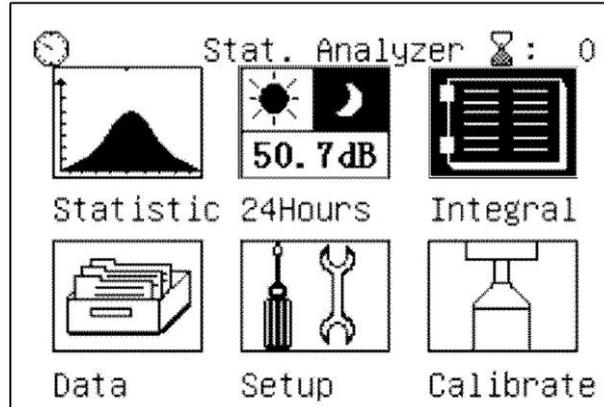

Fig. 19: Selezione analisi Integral
1. Selezionare con i tasti “◀” o “▶” l'icona “Integral” (vedere Fig. 19) e confermare con “↵”